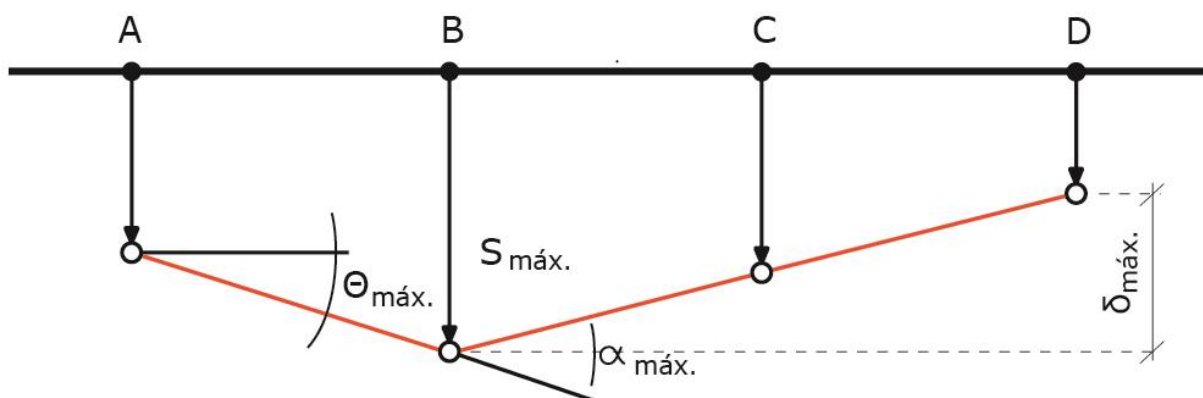

Figura 51: Representação das variáveis de movimento de fundações
A NBR 6122 nomeia algumas letras como parâmetros de estudo para o movimento de fundações que devemos conhecer. São eles (Figura 51):
- $\delta s$ : recalque ou levantamento diferencial entre dois pontos da estrutura (observe na Figura 51 o  $\delta_{\text{máx}}$ );
- ✓ Esclarecendo: a rotação relativa é o ângulo entre uma linha de referência (por exemplo, a linha original que liga os pontos AB da sapata na Figura 51) e a nova linha dessa mesma estrutura.